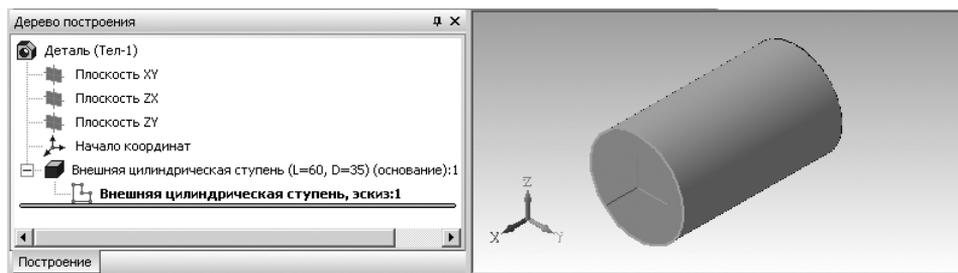

Рис. 3.82. Дерево построения и внешний контур первой цилиндрической ступени трехмерной модели
- щелкните на панели инструментов по кнопке – **ОК**. Появится внешний контур первой цилиндрической ступени трехмерной модели, см. рис. 3.82. Одновременно в **Дереве построения** появятся соответствующие ветви первого построенного элемента.